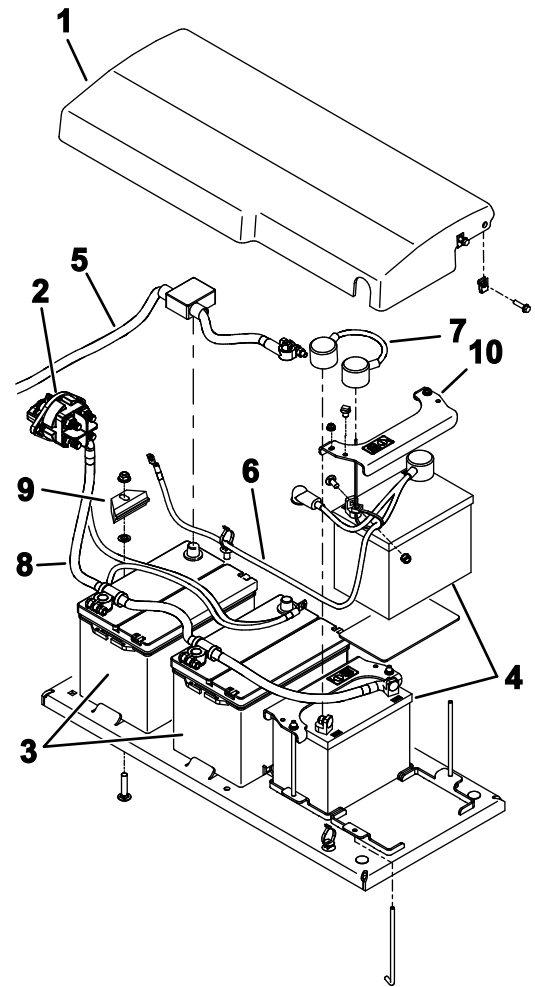

Figura 110
- Retire as fixações que prendem a cobertura da bateria à máquina e retire a cobertura (Figura 110).
- Remova cuidadosamente as baterias da máquina (Figura 110).
1. Prenda as baterias com as fixações (Figura 110).